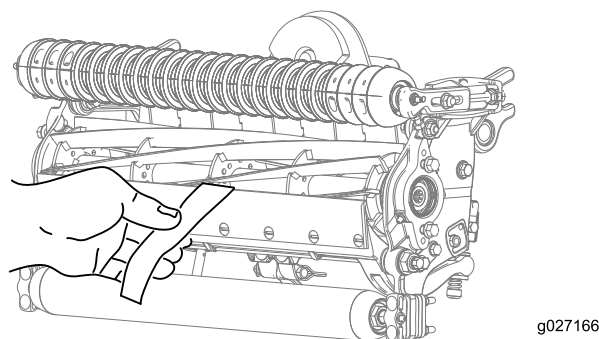

Figura 10
12. Verificate le prestazioni di taglio inserendo una lunga striscia di carta di verifica del taglio Toro tra il cilindro e la controlama, perpendicolarmente alla controlama (Figura 10). Ruotate **lentamente** il cilindro in avanti; questa operazione dovrebbe tagliare la carta.